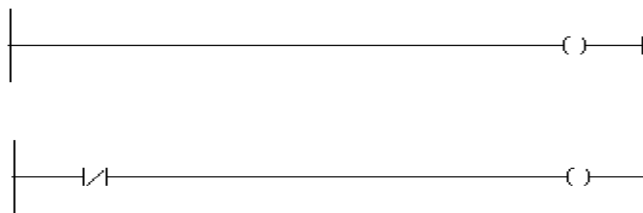

Figura 52. Imposibilidad de conexión directa de una salida.
e) No se puede conectar una salida directamente a la línea principal, en estos casos se intercala un contacto cerrado, tal como se muestra en la figura 52.